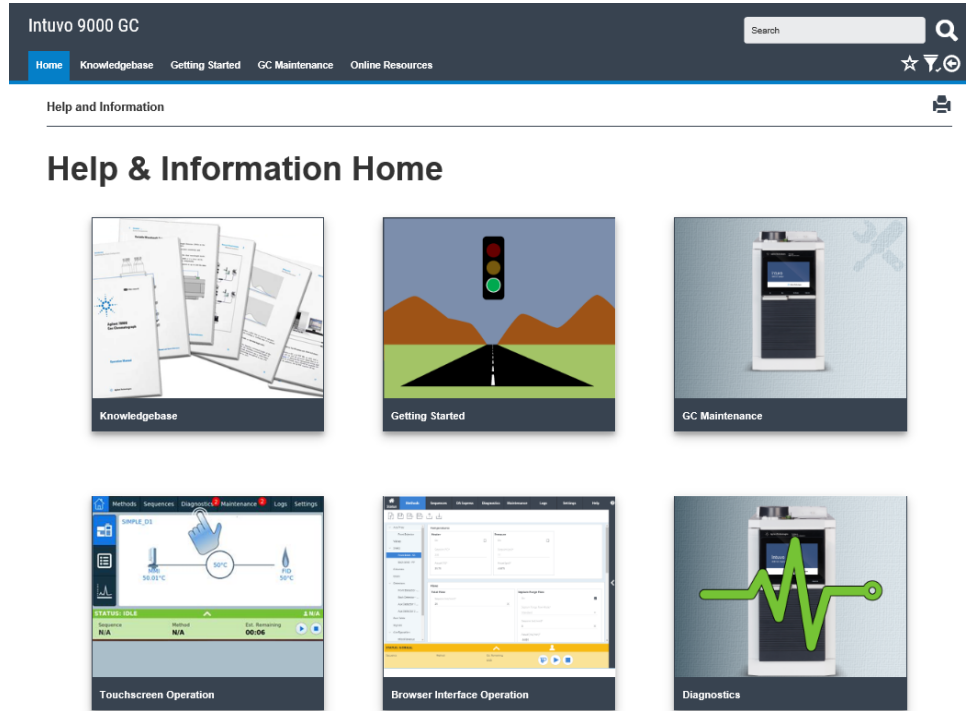

Figure 4 Aide Web Intuvo - Aide et informations
- 4 Appuyez sur Enter. L'aide Web Intuvo s'ouvre dans le navigateur. Voir Figure 4.